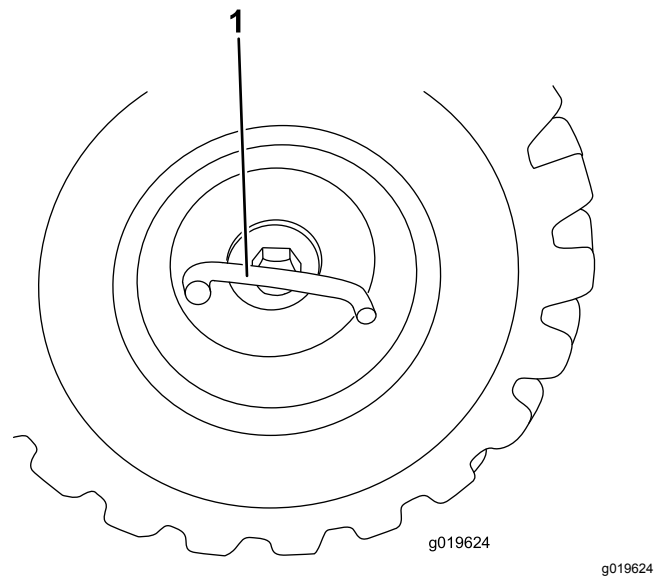

Figura 13
2. Retire el perno grande en T del centro de la rueda con una palanca (Figura 13).